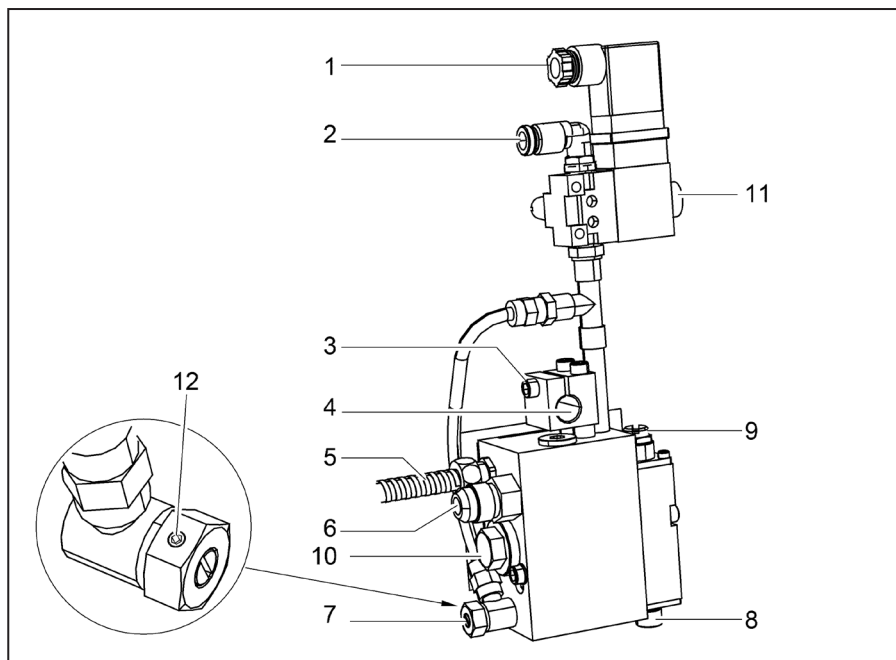

Bild 2: Anschlüsse
1. Schraube (Bild 2/3) mit einem Innensechskant-Schlüssel lösen.
2. Die Öffnung (Bild 2/4) der Klammer über die Halterungsstange 12 mm Ø schieben.
4. Schraube (Bild 2/3) festziehen.
3. Den Stecker des Kabels für die Ansteuerung des Magnetventils (Bild 2/1) aufstecken.
5. Den Steckverbinder am Ende des Kabels (Bild 2/5) mit dem Gegenstecker am heizbaren Schlauch verbinden.
Verbinden Sie die Druckluftzufuhr (Schnellkupplung PK 6) mit dem Anschluss (Bild 2/2).
3. Heizbaren Schlauch mit Anschluss (Bild 2/6) mit Gabelschlüssel (SW 17 oder SW 19) verschrauben. Dabei am Auftragskopf mit Gabelschlüssel SW 18 kontern.
- Konterschraube (Bild2/12) mit Innensechskant 1,5mm lösen.
- Einstellschraube für die Sprühluftmenge (Bild2/7) durch Linksdrehung ganz öffnen (Schlitzschraube).
- Magnetventil manuell ansteuern (Bild2/11), so dass Klebstoff austritt
- Feineinstellung der Sprühluftmenge mit Einstellschraube (Bild2/7) vornehmen.
- Einstellschraube für die Sprühluftmenge (Bild2/7)
- Düsendurchmesser (Bild2/8)
| Es wird zu wenig oder kein Schmelzgut ausgetragen | Düsensystem verstopft (Bild2/8) | Düse reinigen oder austauschen | 6.3 |